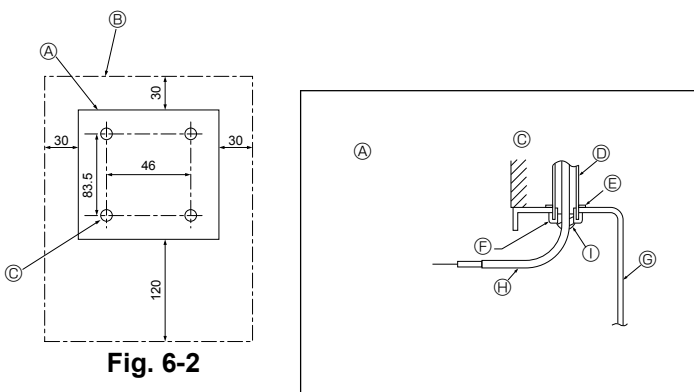

Fig. 6-2
(1) Vælg monteringssted for fjernstyringen. (Fig. 6-2)
[Fig.6-2]